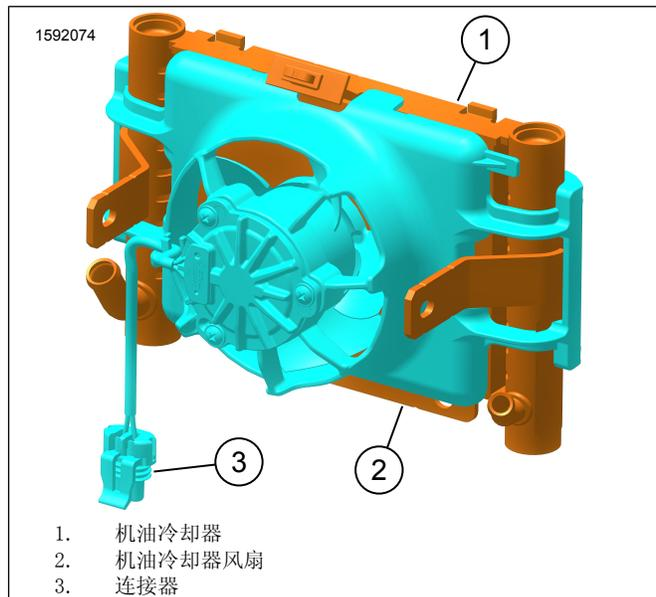
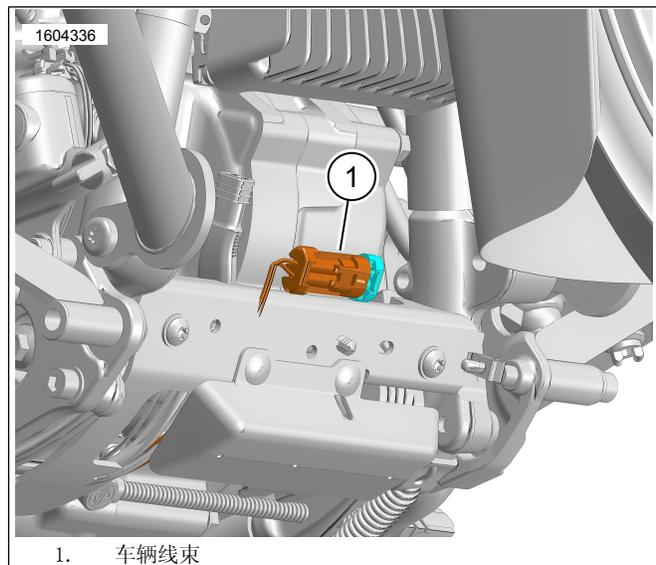

图3。
图4。摩托车线束
1. 参见图3。将机油冷却器风扇(2)安装到机油冷却器(1)上。
3. 参见图3。将机油冷却器风扇连接器(3)连接至车辆线束(1)。参见图4。